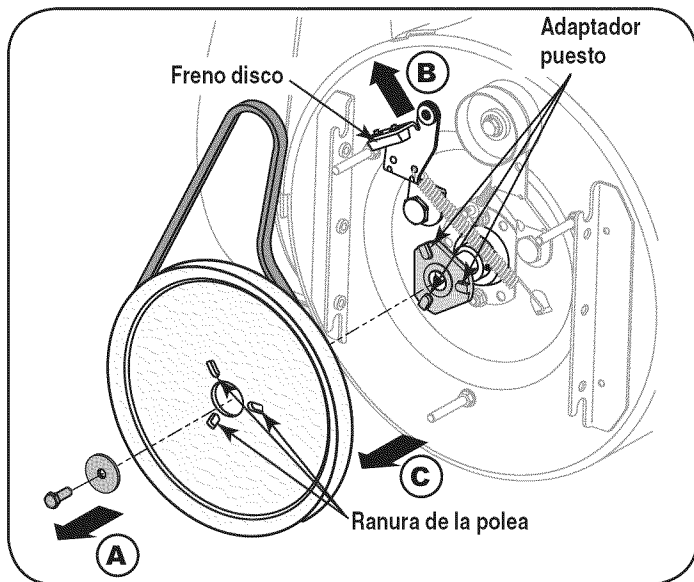

Figura 34
- Bloquear el impulsor con un pedazo de madera para evitar que el hilado y el uso de una 1 / 2 " para quitar la llave hexagonal de tornillo y arandela plana desde el centro de la polea sobre la barrena vivienda. A ver en la Figura 34.
- Levante el soporte de montaje de freno de la polea ranura (B) y deslice la polea asamblea fuera de los puestos de la polea del adaptador de barrena (C) para eliminar el antiguo cinturón. Consulte la Figura 34.
10. las franjas horarias y adaptador de puestos, empuje la barrena polea plenamente en el adaptador. Consulte la Figura 34. Asegúrese de que el freno de disco de freno soporte de montaje y se alinea completamente asentada en la ranura de la polea.
**NOTA:** Si el adaptador de la polea se eliminó con la polea, se suman los splines adaptador de la polea del eje de entrada y barrena, y empuje de la polea y el adaptador en el árbol. Consulte la Figura 34.